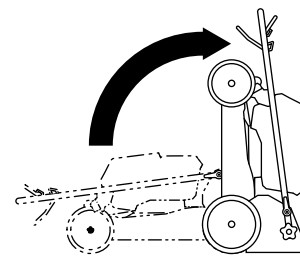

Figure 18
6. Soulevez l'avant de la machine par le guidon et amenez-la jusqu'au lieu de rangement (Figure 18).